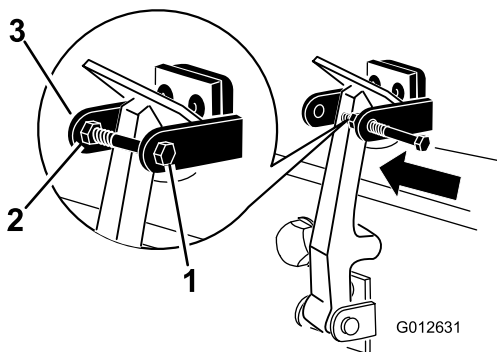

図 11
8. フードラッチブラケットのもう一つのアームにボルトを取り付けてラッチをロックする図 11。ボルトをしっかりと締め付けるが、ナットは締め付けない。